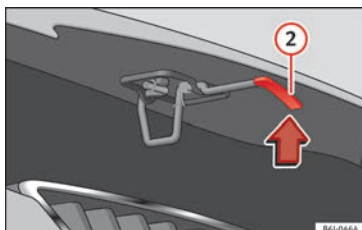

Fig. 9
- Levantar el capó: haga presión hacia arriba sobre el saliente situado debajo del capó » fig. 9 ②. El gancho de sujeción queda desbloqueado.